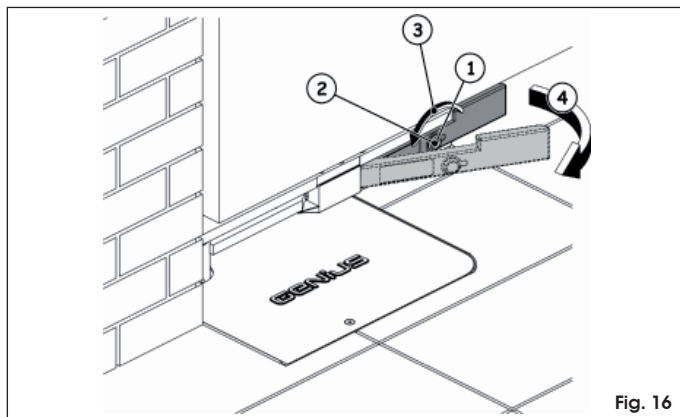

Fig. 16
- aprire il tappo di protezione della serratura (Fig. 16 rif. ①)
- introdurre la chiave di sblocco nella serratura (Fig. 16 rif. ②)
- ruotare la chiave nella direzione del pilastro fino a battuta (Fig. 16 rif. ③)
- tirare la leva verso di sé (Fig. 16 rif. ④)